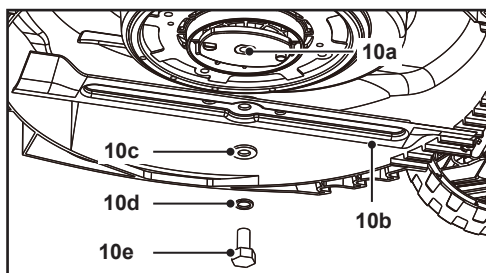

Fig. 16
1. Păstrează partea de dedesubt și cuțitul (10b) curate și fără resturi. Îndepărtează resturile vegetale din jgheabul de evacuare spate (5).
4. Slăbește șurubul cu cap hexagonal (10e) în sens antiorar folosind o cheie adecvată (mărimea 16 mm) și scoate-l împreună cu șaiba de blocare (10d), șaiba (10c) și cuțitul (10b) (Fig. 16).